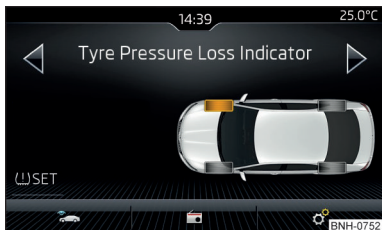

Abb. 209
- › Die Funktionsfläche **SET** antippen » Abb. 209.
Bei aufleuchtender Kontrollleuchte  im Kombi-Instrument kann im Infotainment der betroffene Reifen angezeigt werden » Abb. 209.